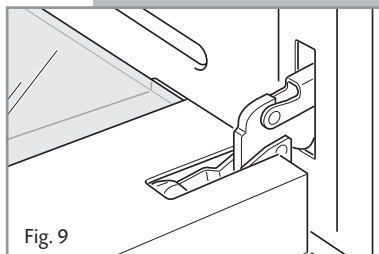

Fig. 9
- Fully open the oven door (fig. 9).